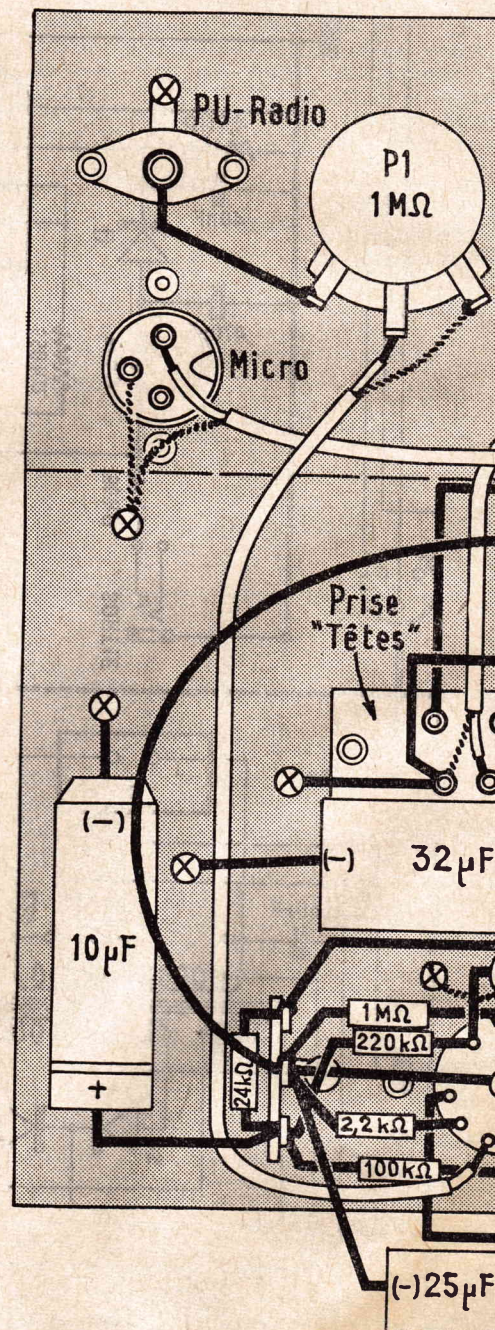

FIG. 2 - CHASSIS AMPLIF.
**L'amplificateur.** — Le câblage de l'amplificateur se fait selon les plans des figures 2 et 3. Le support général du montage est un châssis métallique comportant un bord rabattu qui constitue la face avant. Comme toujours on commence par l'équipement qui consiste à monter les principaux composants sur le châssis. Les supports de lampes à 9 broches sont montés par l'extérieur de la tôle en respectant l'orientation indiquée. La fixation s'opère par vis et écrous de 3 mm. On monte ensuite les prises « Tête » (4 broches) et « Alimentation » (5 broches) cette fois par l'intérieur de la tôle. Sur la face interne du châssis on fixe à l'aide de son écrou l'oscillateur. Toujours à l'intérieur du châssis on monte le commutateur à touches qui devra se trouver très exactement situé devant l'ouverture de la face avant prévue pour le passage des touches. On obtient la hauteur exacte en mettant des rondelles formant entretoises sur les vis de fixation. Sur la face interne du châssis on soude les relais à cosses qui permettront de donner au câblage toute la rigidité désirée.